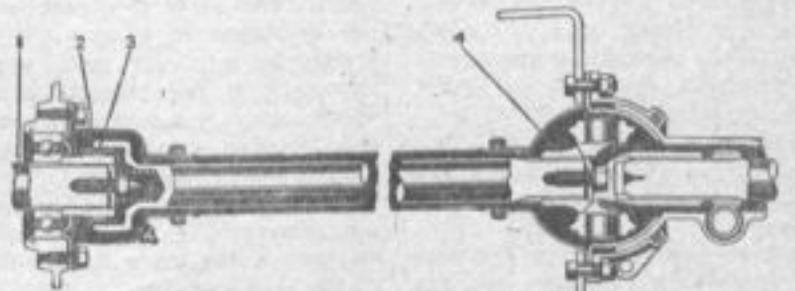
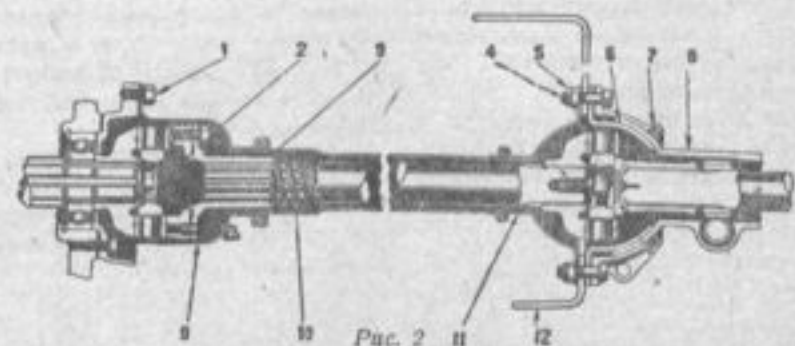

Рис. 1
Рис. 2
**ПРОМЕЖУТОЧНЫЙ** карданый вал автомобиля ГАЗ-АА старой конструкции (рис. 1) был недостаточно надежным в эксплуатации. Зубчатое сочленение между соединительной шестерней 2 заднего конца вторичного вала 1 коробки передач и шлицевой муфтой 3 переднего конца промежуточного вала, работавшее в условиях перекосов и неизбежных ударов, быстро изнашивалось и разрушалось. Это приносило к простым грузовикам, из-за нехватки деталей сочленения промежуточного карданного вала.
Кроме промежуточного вала, в старую карданную передачу ГАЗ-АА ставился довольно жесткий неразборный шарнир 4 типа Гук (рис. 1), не поддающийся ремонту и требующий при износе полной замены.
Модернизация промежуточного карданного вала была проведена Горьковским заводом им. Молотова в два приема. Сначала неразборный шарнир 4 (рис. 1) заменили шарниром разборного типа Спейсер, а все остальные детали оставили без изменения. В 1939 г. модернизация промежуточного карданного вала была проведена полностью, и на автомобилях ГАЗ-АА устанавливается теперь промежуточный вал с двумя взаимозаменяемыми шарнирами Спейсер по концам (рис. 2).